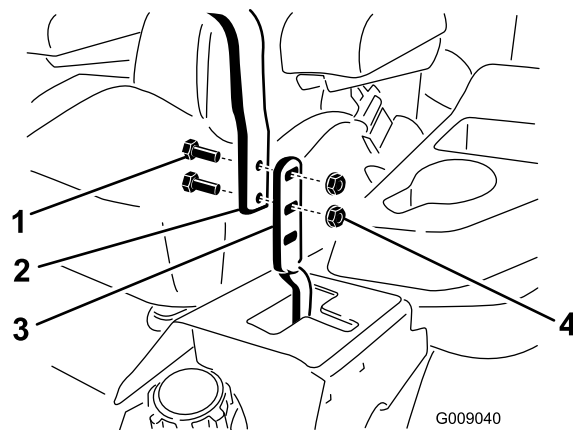

図 60
3. レバーに取り付けられているボルトとフランジナットをゆるめる（図 60）。